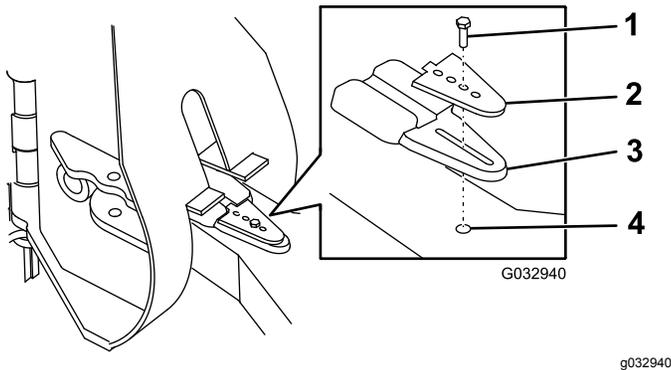

Figura 46
2. Ajuste la placa del tope (Figura 46).
3. Sujete la placa al tope y al bastidor de empuje con el perno que retiró anteriormente (Figura 46). Apriete el perno a 31 N·m (23 pies-libra).